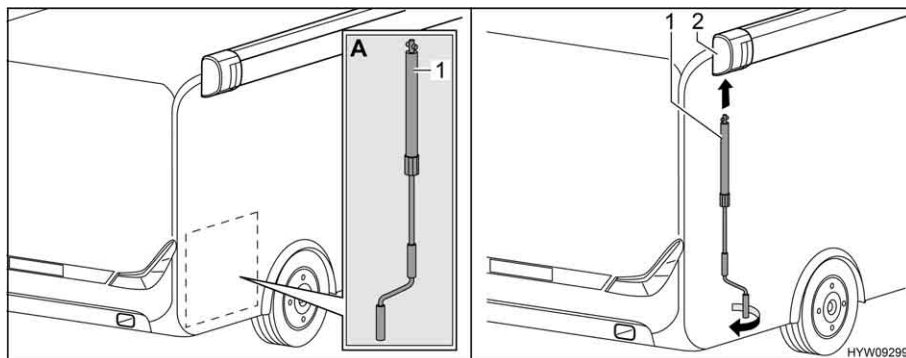

Fig. 44 Applicazione manovella
- Prelevare la manovella (Fig. 44,1) dal garage di coda (Fig. 44,A).
- Inserire la manovella nel supporto a baionetta (Fig. 44,2) della tenda.